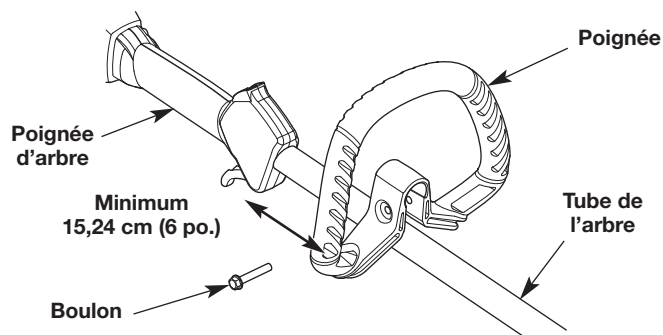

Fig. 1
1. Poussez la poignée sur le tube de l'arbre (Fig. 1). Le trou dans la poignée destiné au boulon doit être orienté vers la droite.
2. Insérez le boulon dans son trou et poussez-le à travers (Fig. 1). Vissez le boulon avec une douille de 9,50 mm (3/8 po), mais sans le serrer complètement.
3. Tout en tenant l'appareil en position d'utilisation, déplacez la poignée à la hauteur vous assurant la meilleure prise en main. Placez-la à 15,24 cm (6 po.) au moins de l'extrémité de la poignée d'arbre (Fig. 1).
1. Desserrez le boulon avec une douille de 9,50 mm (3/8 po) (Fig. 1).
2. Tout en tenant l'appareil en position d'utilisation, déplacez la poignée à la hauteur vous assurant la meilleure prise en main. Placez-la à 15,24 cm (6 po.) au moins de l'extrémité de la poignée d'arbre (Fig. 1).